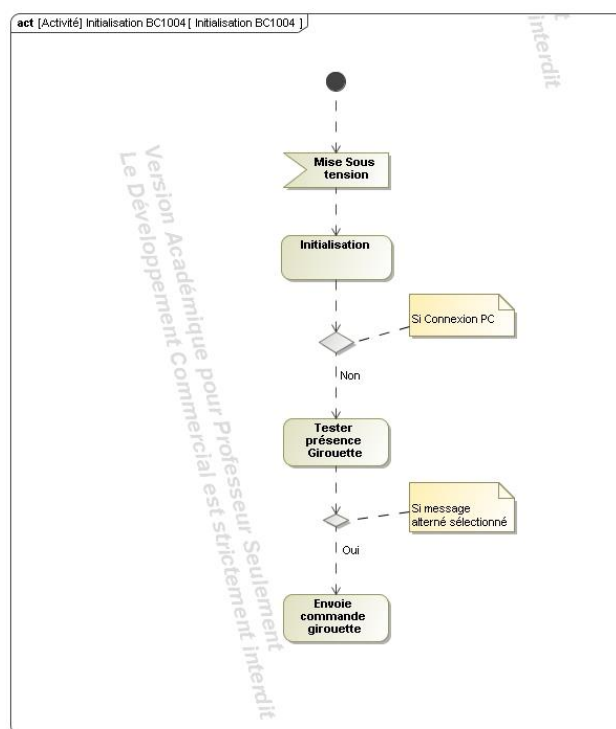

Figure 7 Evolution du diagramme
- Placer le pointeur de souris sur le flot reliant le **1^{er} bloc de décision** est l'action **tester présence girouette**. Effectuer un clic pour ouvrir une boîte de dialogue et saisir dans le champ Nom **Non** car si la **présence d'un Pc n'est pas détectée** on évolue vers l'action **Tester girouette** puis fermer cette boîte vous avez alors la figure 7